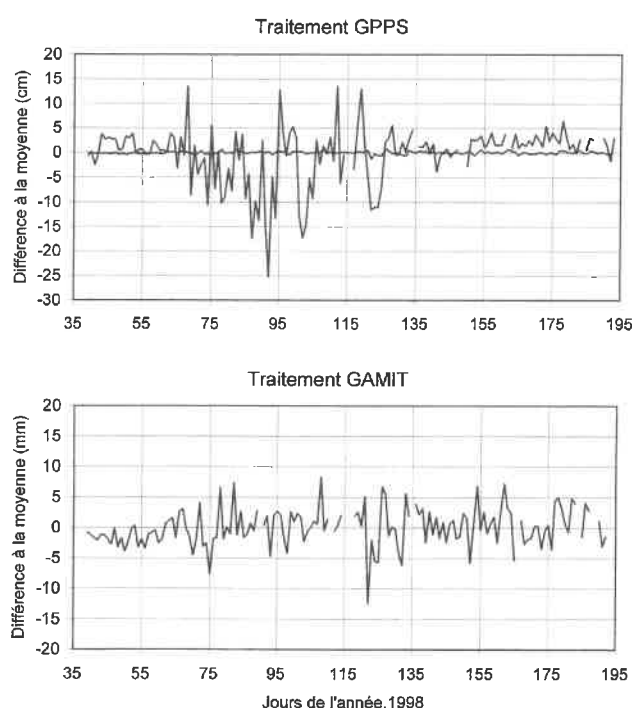

Fig. 2 – Exemple de série temporelle de mesures GPS sur la ligne de base SJDV-GINA montrant un raccourcissement à une vitesse de 1-2 mm/an
Les avantages du GPS permanent sont en effet multiples. Pour les applications géophysiques, cette stratégie permet de diminuer la durée nécessaire pour obtenir une incertitude suffisamment petite pour mesurer de faibles déformations (inférieures à 1 cm). La répétition des mesures permet en effet de corriger les erreurs qui affectent chaque mesure prise individuellement. En première approximation, on peut dire que plus le temps d'acquisition s'allonge, meilleure devient la précision (de récentes études montrent cependant que les mesures GPS sont entachées d'erreurs corrélées avec le temps sur des périodes pluriannuelles qui, dans le détail, amènent à nuancer cette affirmation). La Figure 2 montre l'exemple de la longueur de la ligne de base entre les stations du réseau REGAL SJDV et GINA (260 km) calculée quotidiennement du 6 février 1998 au 7 septembre 1998. Le rms de la déviation par rapport à la moyenne pondérée
Le réseau REGAL peut être considéré comme un réseau géodésique de référence actif. Dans son état actuel, il permet à tout utilisateur enregistrant et traitant des données GPS de phase d'exploiter l'outil GPS de manière optimale. En effet, le fait d'intégrer dans leurs calculs les données de stations GPS permanentes régionales offre (1) un rattachement automatique aux référentiels géodésiques nationaux et internationaux, et donc une cohérence de fait entre les mesures GPS réalisées, quel que soit le temps ou la distance les séparant, (2) un gain en flexibilité car la simultanéité des mesures entre plusieurs récepteurs mobiles n'est plus nécessaire, (3) un gain de productivité car il n'est plus nécessaire d'immobiliser et de surveiller un récepteur pivot fixe, les stations GPS permanentes fournissant à la fois les corrections à appliquer au calcul et un référentiel géodésique précis, (4) une précision optimale, infradécimétrique pour les utilisateurs de matériel bifréquence, inframétrique pour les utilisateurs de matériel monofréquence (fonction du temps de stationnement et de la distance aux stations GPS permanentes). La Figure 2 montre l'exemple de la longueur de la ligne de base entre les stations SJDV et GINA (Figure 1) traitée par le logiciel commercial GPPS. La déviation standard sur un échantillon de 155 jours de mesures continues est de 5,5 cm. Ce résultat satisfait déjà bon nombre d'applications, même s'il est évidemment moins bon que le rms de 3 mm obtenu avec le logiciel de recherche GAMIT (voir ci-dessus). Il faut cependant noter que les valeurs moyennes de la longueur de cette ligne de base issues des traitements GAMIT et GPPS sur ces 155 jours diffèrent de moins d'un millimètre, ce qui est excellent.
Des répétabilités de l'ordre de 2-3 mm en planimétrie et 5-7 mm en altimétrie sur les positions relatives de stations GPS sont couramment obtenues dans le cadre d'applications géophysiques du GPS, même pour des lignes de bases de plusieurs centaines de kilomètres (Figure 2). Le réseau REGAL atteint de telles précisions grâce à l'utilisation de matériel GPS haut de gamme, de sites sélectionnés sur des critères stricts et d'un traitement sophistiqué des données.